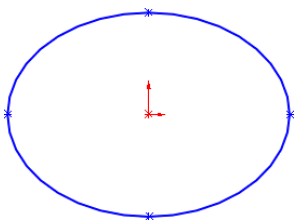

图 4-89 绘制椭圆
- 02 单击【草图】选项卡中的【椭圆】按钮，圆心与原点重合，如图 4-89 所示。